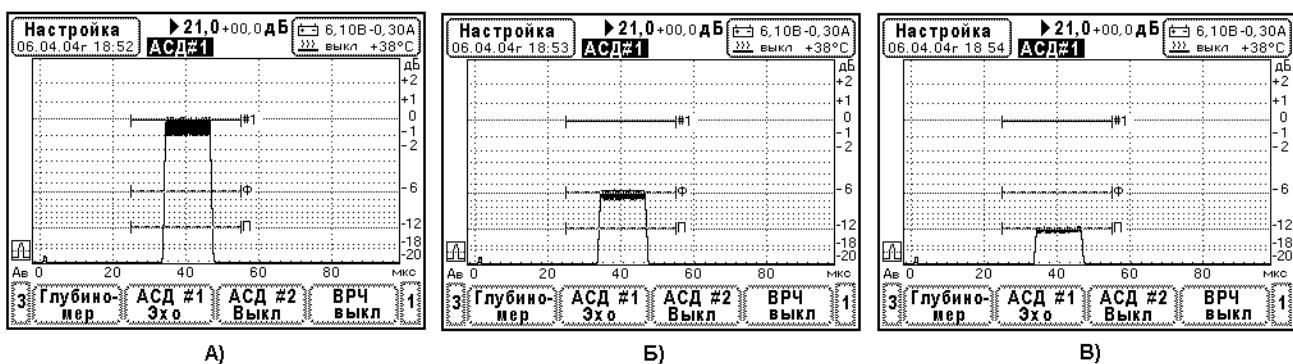

Рис. 10.6.9.1. Вид тест-сигнала на экране дефектоскопа при определении погрешности срабатывания порогового индикатора.
находилась на разметке экрана 0дБ. Установите начало и ширину строба АСД#1 таким образом, чтобы захватывался тест-сигнал (Рис. 10.6.9.1.).
4. Определение погрешностей пороговых индикаторов АСД#1. Меняя ослабление аттенюатора ATT-90-0,1-95/2 найдите минимальную амплитуду тест-сигнала, при которой начинает срабатывать пороговый индикатор на браковочном уровне АСД#1. Зафиксируйте ослабление К1. Уменьшайте ослабление аттенюатора ATT-90-0,1-95/2 (тест-сигнал увеличивается) и найдите его амплитуду, для которой устойчиво обнаруживает тест-сигнал на браковочном уровне АСД#1 (Рис. 10.6.9.1.А). Зафиксируйте ослабление К2. Погрешность порогового индикатора АСД#1 определяют по формуле $\Delta K = K_1 - K_2$ [дБ]. Проведите аналогичные операции для определения погрешности порогового индикатора на на уровне фиксации «Ф» и поисковом уровне «П» АСД#1 (Рис. 10.6.9.1.Б, В).